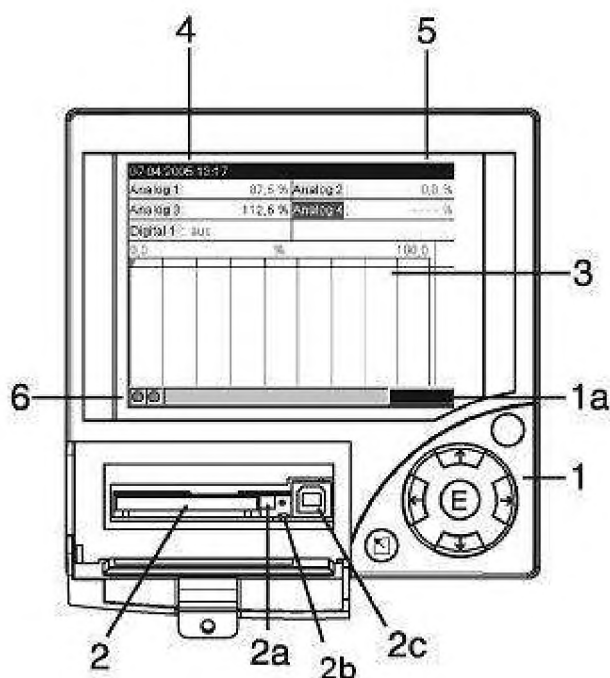

Рисунок 1 – Прибор, предназначенный для утопленного щитового монтажа
(1) – Клавиатура управления см. рисунок 1):